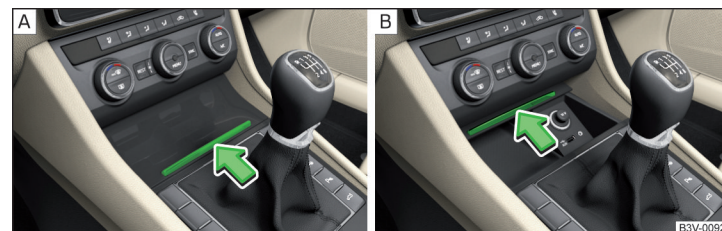

Fig. 88 Compartimento guardaobjetos: abrir/cerrar
- Para **abrir**, presionar sobre el borde de la tapa en el sentido de la flecha » fig. 88 - [A].
- Para **cerrar**, presionar sobre el borde de la tapa en el sentido de la flecha » fig. 88 - [B]. La tapa se cierra sola.